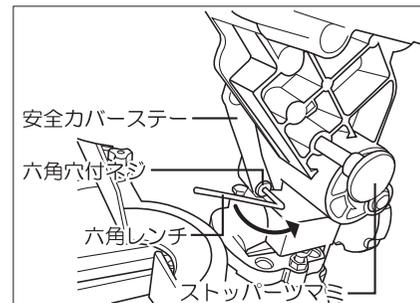

図4
- ①ハンドルを押さえてストッパーツマミを引き出し、ハンドルが上がった位置にしてください。
- ②アームの下にある安全カバー作動ステーの取付け六角穴付ネジを、付属の六角レンチ(3mm)で外してください。(図4参照)